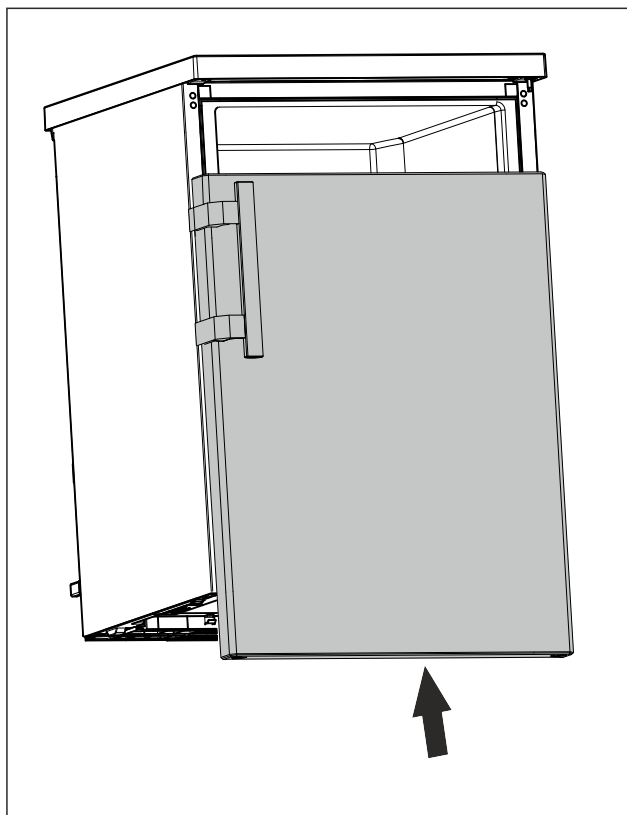

Fig. 16
- ▶ Nasuňte dvere v zatvorenom stave na horný čap. (pozri Fig. 16)